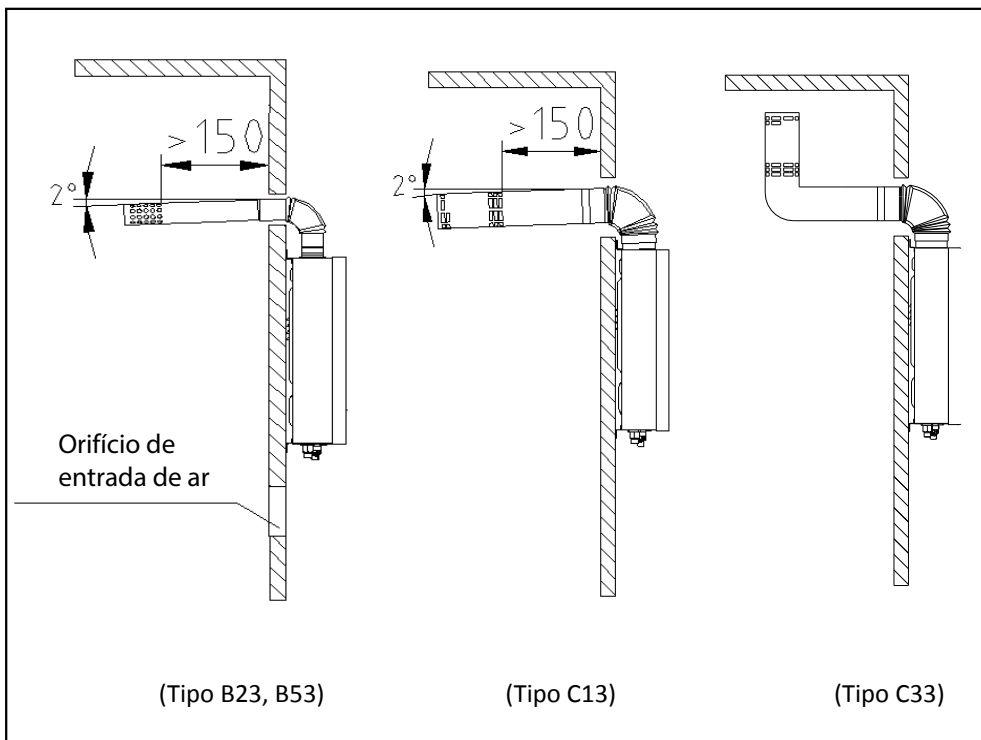

Fig. 11
- (1) Por favor, utilize o tubo fornecido pela nossa empresa, referindo-se FIG. 11 sobre o método de instalação. Se a chaminé é muito curta, você pode estender adequadamente o tubo corretamente. Verifique a chaminé e comprove se há danos ou fugas a cada semestre.
- (2) O comprimento da chaminé deverá ser inferior a 8m.
- (3) Quanto à distância horizontal da chaminé, quanto mais curta melhor. O extremo da chaminé deve ter uma inclinação descendente (Fig. 11), para permitir que a água de condensação saia.
(1) Por favor, utilize o tubo fornecido pela nossa empresa, referindo-se Fig. 11 sobre o método de instalação. Se a chaminé é muito curta, você pode estender adequadamente o tubo correctamente. Verifique a chaminé e comprove se há danos ou fugas a cada semestre. Instale a chaminé depois do corpo do esquentador estar fixo. Em primeiro lugar, coloque a chaminé fixa através de um buraco na parede e insira o cotovelo na saída do escape do esquentador suavemente. O extremo da chaminé deve ter uma inclinação descendente de 2º (Fig 11). Caso contrário, a chuva pode cair no esquentador e danificá-lo.
(2) O comprimento da chaminé deverá ser inferior a 3 m, e o número de cotovelos não deve ser superior a 3 (1m de tubo rectilíneo equivale a um cotovelo).